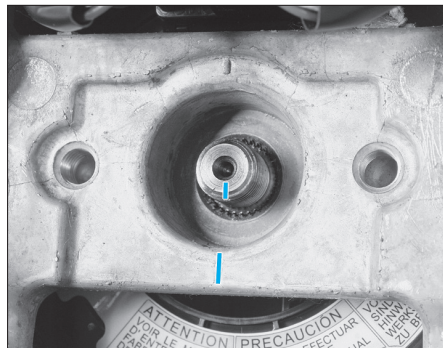

FIG. 3
- Déposer l'écrou de fixation du volant (tête de 6 pans de 17 mm), puis effectuer des repères d'alignement entre le volant et l'axe de la colonne de direction (Fig.3).